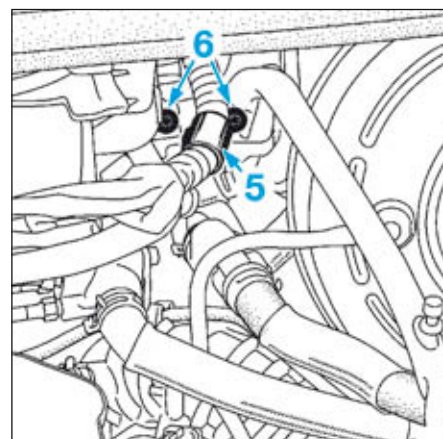

FIG.16
- Dégrafer le câblage des thermoplongeurs en (5) (Fig.16).
- Déposer les écrous (6) du support du boîtier de filtre à air.